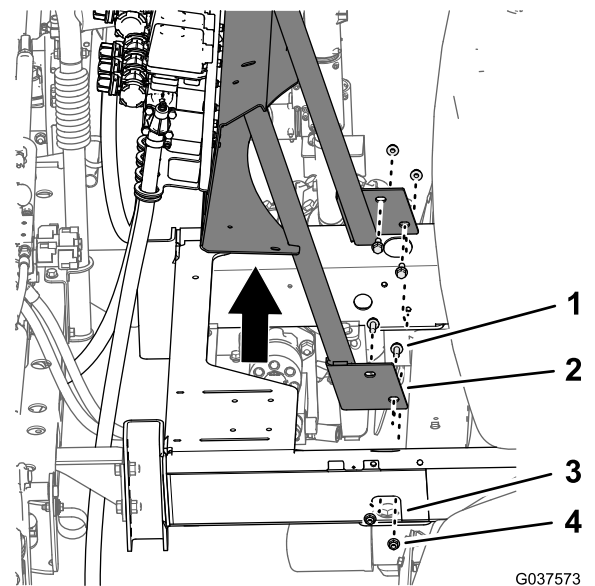

图45
- 在支撑住阀门安装架的同时拧下将阀门安装架固定至机器机架的 4 个凸缘头螺栓 3/8 x 1 英寸和 4 个凸缘锁紧螺母 3/8 英寸 (图45)。
- 从机器上拆下阀门支架、阀门和喷洒臂段软管 (图45)。